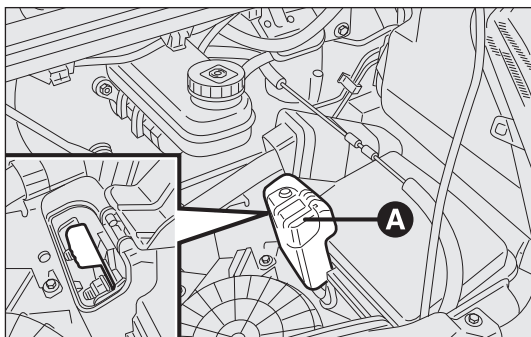

fig. 157
- Luft upp luckan A för att komma åt anslutningen till batteriets pluspol fig. 157.